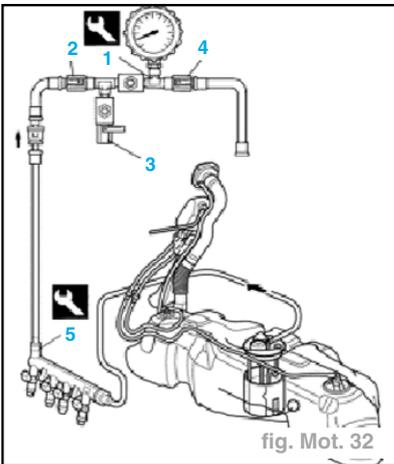

fig. Mot. 32
- Préparer le manomètre (1) (ref. 1.860.955.000) (fig. Mot. 32) comme ci - dessous :